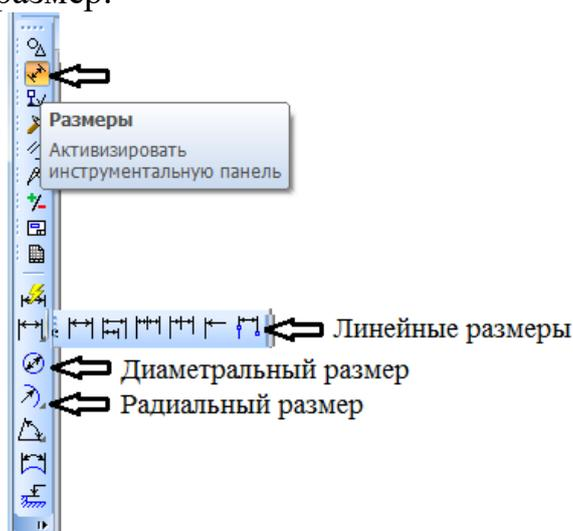

Рисунок 18
12. Проставьте размеры. На компактной панели активизируйте  **Размеры**, выберите необходимые размеры (рисунок 18). Для простановки **Линейного размера** достаточно щелчком мыши указать точки, между которыми ставится размер.